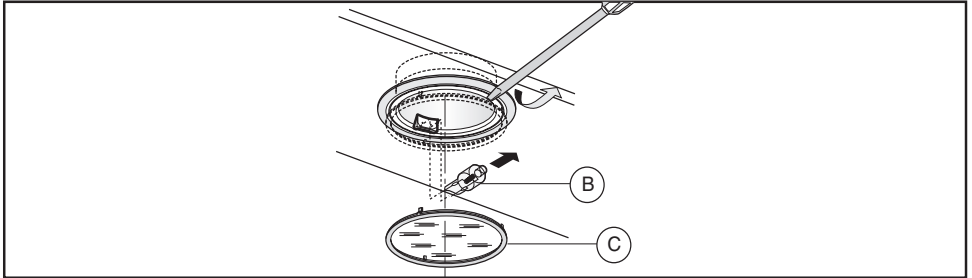

Fig.17
**• Sostituzione delle lampade alogene (Fig.17).**